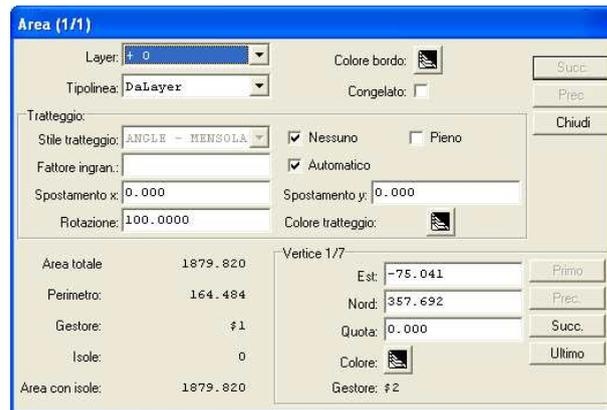

FIGURA 4.6
- utilizzare il comando **Edita - Lista** per visualizzare area e perimetro del poligono creato (figura 4.6).